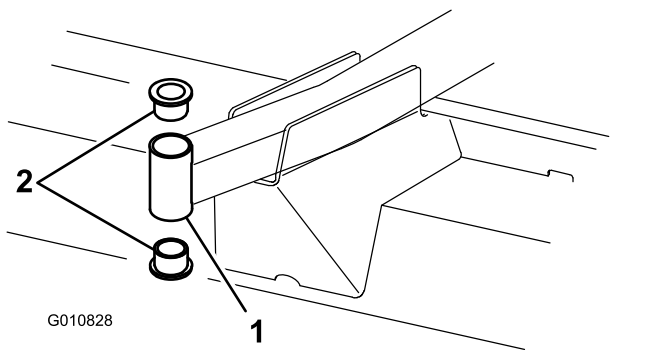

Bild 21
4. Stecken Sie einen Dorn oben oder unten in das Befestigungsrohr und treiben die Büchsen heraus (**Bild 21**). Treiben Sie dann die andere Büchse aus dem Rohr heraus.